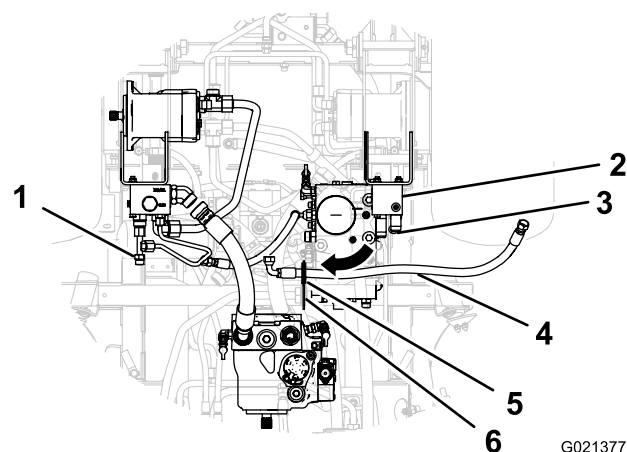

Figura 13
- Alinhe o encaixe de 90° da mangueira transversal pelo guia protegido na chumaceira de suporte e faça deslizar a mangueira pelo suporte (Figura 13).